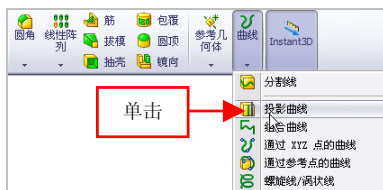

图 7-23 单击【投影曲线】按钮
(2) 在【特征】选项卡中，单击【曲线】列表框中的【投影曲线】按钮, 如图 7-23 所示。